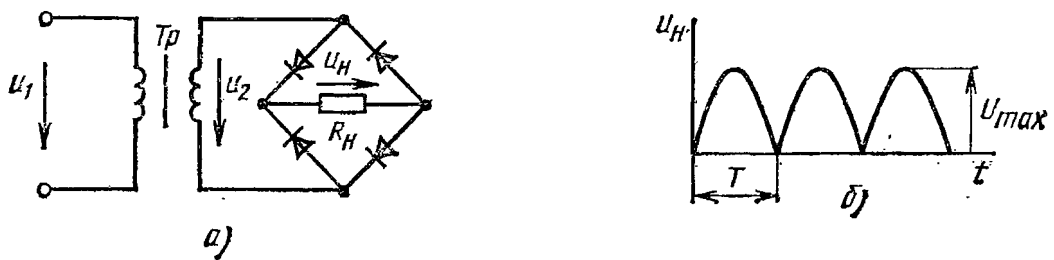
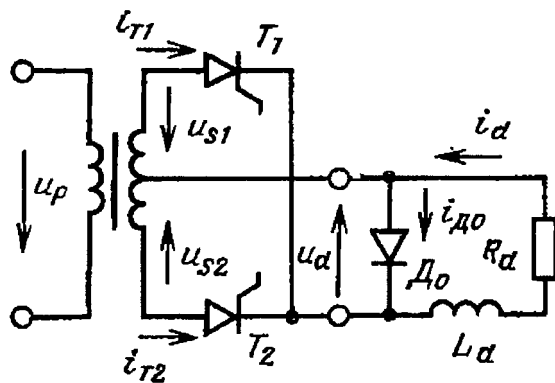

Рис. 1. Двухполупериодный выпрямитель.
Рис. 4. Управляемый преобразователь со схемой 1Φ1Н2Π с шунтирующим диодом
1. Определите среднее значение напряжения u_H на нагрузочном резисторе R_H и коэффициент пульсаций p для двухполупериодного выпрямителя (рис. 1, а). График мгновенных значений напряжения приведен на рис. 4, б, $U_{\max} = 100$ В.
4. Управляемый выпрямитель со схемой соединений 1Φ1Н2Π и шунтирующим диодом (рис. 4) работает на нагрузку, состоящую из последовательно соединенных реактора с индуктивностью $L_d \approx \infty$ и резистора с сопротивлением $R_d = 10$ Ом. Действующее значение напряжения вентильной обмотки идеального трансформатора $U_s = 110$ В, угол управления $\alpha = 30^\circ$. Постройте кривые выпрямленного напряжения, токов двух тиристоров и тока шунтирующего диода. Вентили идеальные.